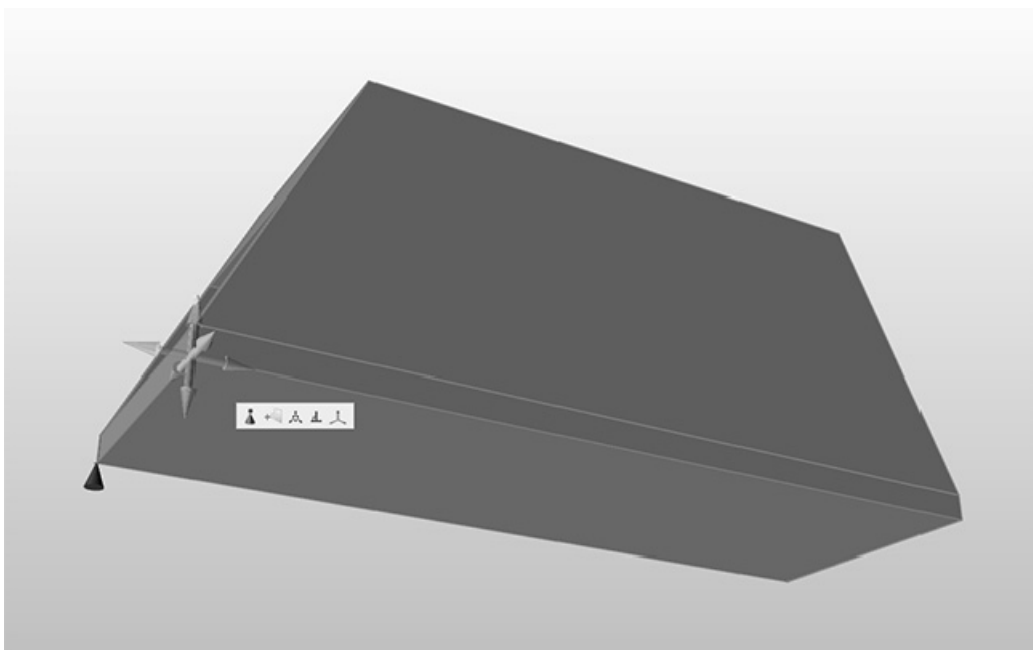

图 4-34
6) 双击该固定约束圆锥，此时显示 3 个清晰的坐标轴，表明在这 3 个方向的移动均被锁定。单击图 4-34 所示的一个坐标轴，即可在该方向进行移动。选中的坐标轴会呈现出绿色，连续单击则可在打开和关闭该功能之间进行切换。